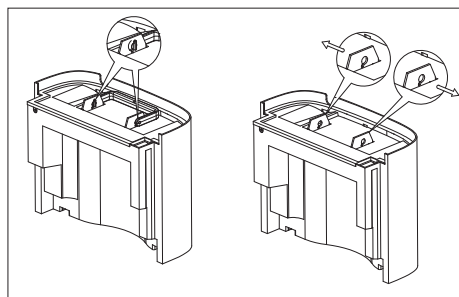

Fig. 5 – Rimuovere il coperchio
- ▶ Riposizionare la maniglia di trasporto in modo da poterla rimuovere dal suo ancoraggio (**vedere Fig. 5**).